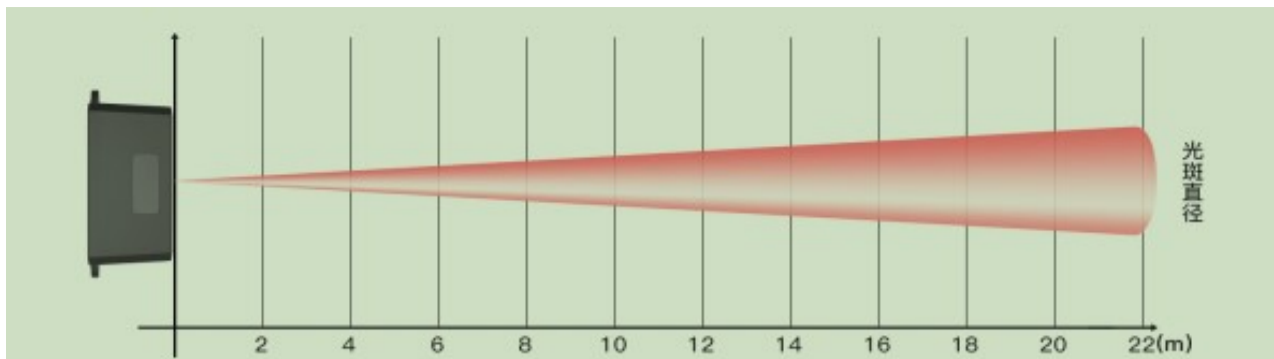

图 1-3 TF02-Pro-W 探测角度示意图
2. 传感器的探测角度为 3° ，在不同距离下，光斑的大小即探测范围边长不同，如图 1-3 所示。在不同距离探测范围的边长（探测范围形状为正方形），如表 1-2 光斑大小即探测范围边长随探测距离变化所示。